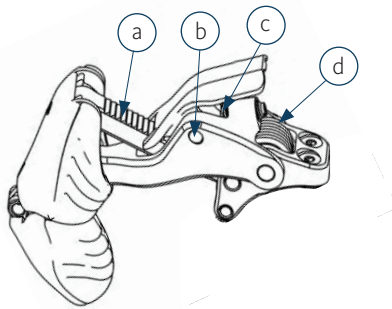

Figura 10: (a) Dentes, (b) Dobradiça da lingueta, (c) Interface da lingueta, (d) Mola
- Usar regularmente desengordurantes pode retirar a lubrificação das dobradiças. Se necessário, aplique um óleo mineral próprio para alimentos nos locais das dobradiças (**Figura 10**).